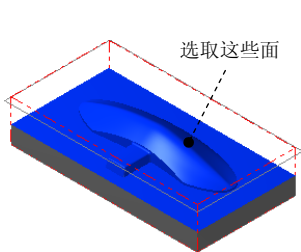

图 9.9 选取加工面
(1) 选取加工面。在图形区中选取图 9.9 所示的面（共 31 个面），然后按 Enter 键，系统弹出“刀具路径的曲面选取”对话框。